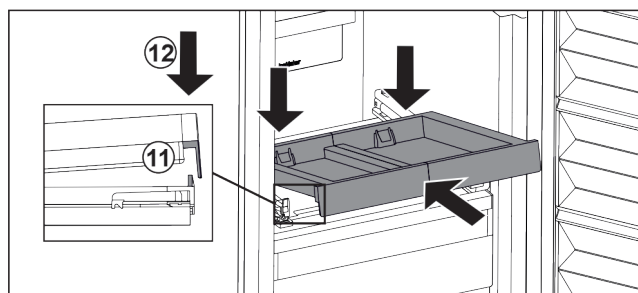

Fig. 37
- ▶ Šikmo zasuňte. Dbejte, aby byl na obou stranách doraz za západkou. Fig. 37 (11)
- ▶ Usadte vpředu vysouvací přihrádku. Fig. 37 (12)